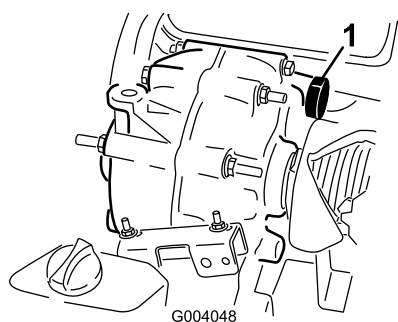

Figure 57
7. Versez par l'orifice du bouchon de remplissage du réservoir (Figure 57) environ 1,4 L (1,5 pte américaine) du liquide spécifié, ou la quantité de